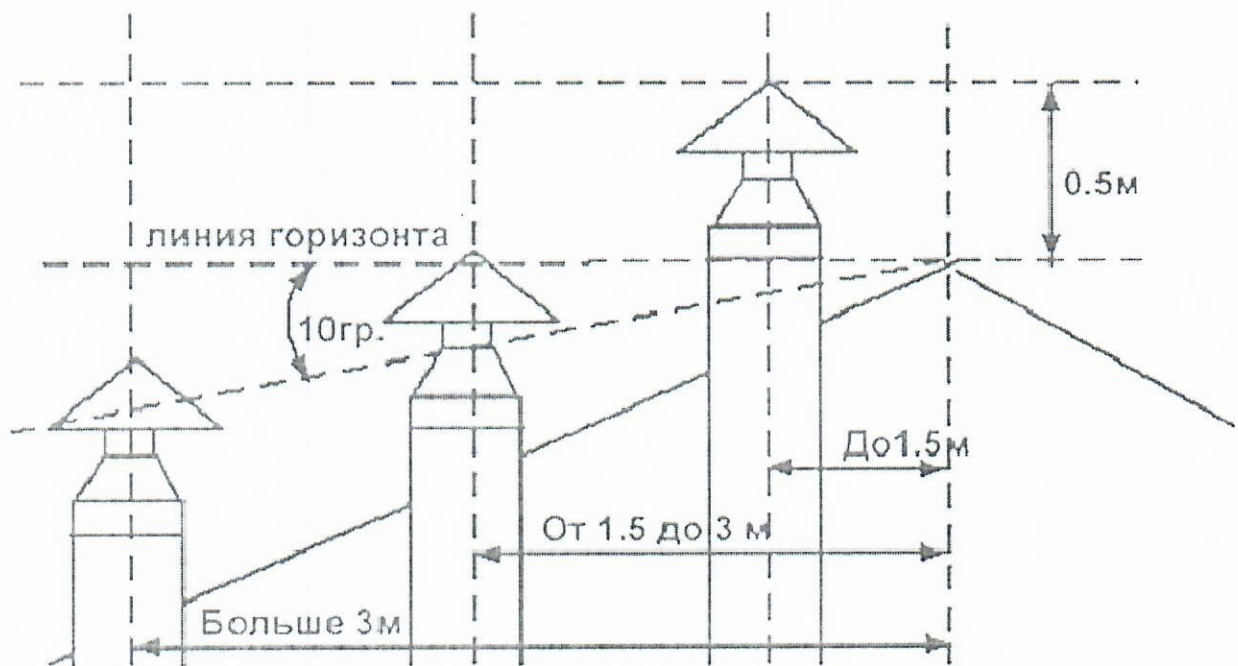

Рисунок 8 – Схема размещения дымоходов
3.2.3.4 Высоту дымохода можно рассчитать используя рисунок 8.